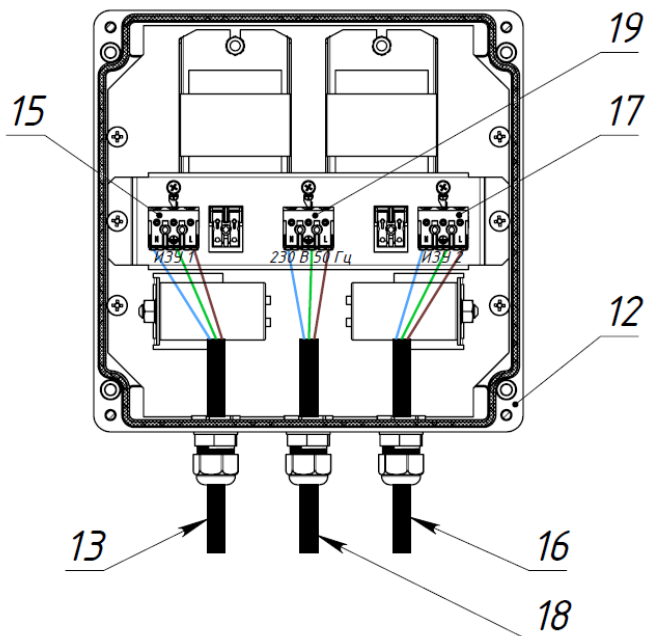

Рис. 9
5.1. Зачистить изоляцию питающего кабеля ИЗУ (13). Завести питающий кабель ИЗУ (13) в корпус Driver box for 2xFOUNDRY 70H (12) через кабельный ввод и подключить провода к клеммной колодке с этикеткой «ИЗУ 1» (15) в соответствии с указанной полярностью на клеммной колодке: L, N, PE, затянуть кабельный ввод моментом, предотвращающий вырыв питающего кабеля ИЗУ, см. рис. 9.
5.2. Driver box for 2xFOUNDRY 70H рассчитан на подключение до двух FOUNDRY 70H w/o driver box, поэтому для подключения второго FOUNDRY 70H w/o driver box зачистить изоляцию питающего кабеля ИЗУ (16). Завести питающий кабель ИЗУ (16) в корпус Driver box for 2xFOUNDRY 70H (12) через кабельный ввод и подключить провода к клеммной колодке с этикеткой «ИЗУ 2» (17) в соответствии с указанной полярностью на клеммной колодке: L, N, PE, затянуть кабельный ввод моментом, предотвращающий вырыв питающего ИЗУ, см. рис. 9.
5.3. Зачистить изоляцию сетевого кабеля Driver box for 2xFOUNDRY 70H (18), максимальный диаметр кабеля ИЗУ – 11,5 мм, максимальное сечение жил 2,5 мм². Завести сетевой кабель в корпус Driver box for 2xFOUNDRY 70H (12) через кабельный ввод и подключить провода к клеммной колодке с этикеткой «230 В 50 Гц» (19) в соответствии с указанной полярностью на клеммной колодке: L, N, PE, затянуть кабельный ввод моментом, предотвращающий вырыв сетевого кабеля ИЗУ, см. рис. 9.